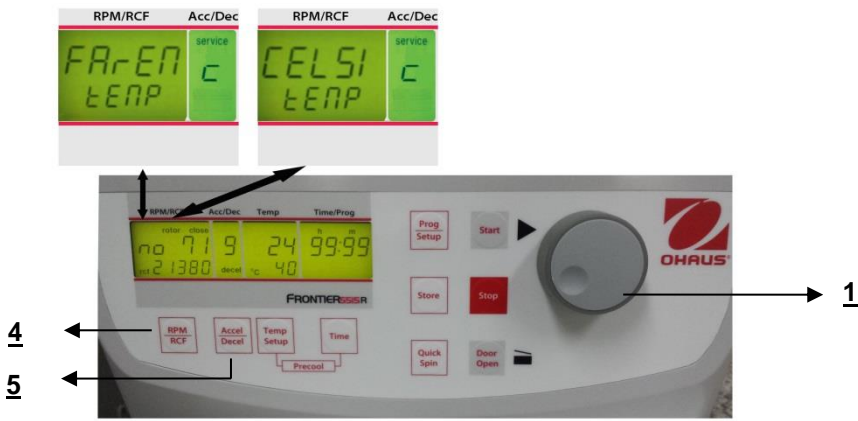

Figura 32
Proceda como se describe en el punto 4.1.2 para ingresar en este modo de programa y luego presione el botón **"Accel/Decel"** (5). En la pantalla **"Acc/Dec"** (A-2) aparece la palabra **"Service"**. Ahora seleccione la letra **"C"** con la perilla de ajuste (1). Como resultado, en la pantalla **"RPM | RCF"** (A-1) aparecen las palabras **"CELSI/temp"**. Si presiona el botón **"RPM | RCF"** (4), la palabra **"CELSI"** destella y puede cambiar la pantalla a Fahrenheit **"FAREN"** con la perilla de ajuste (1) (vea la Figura 32). Una vez que haya guardado las configuraciones (vea 4.1.2), puede cambiar nuevamente al modo de programa normal al apagar la centrífuga durante un tiempo breve.